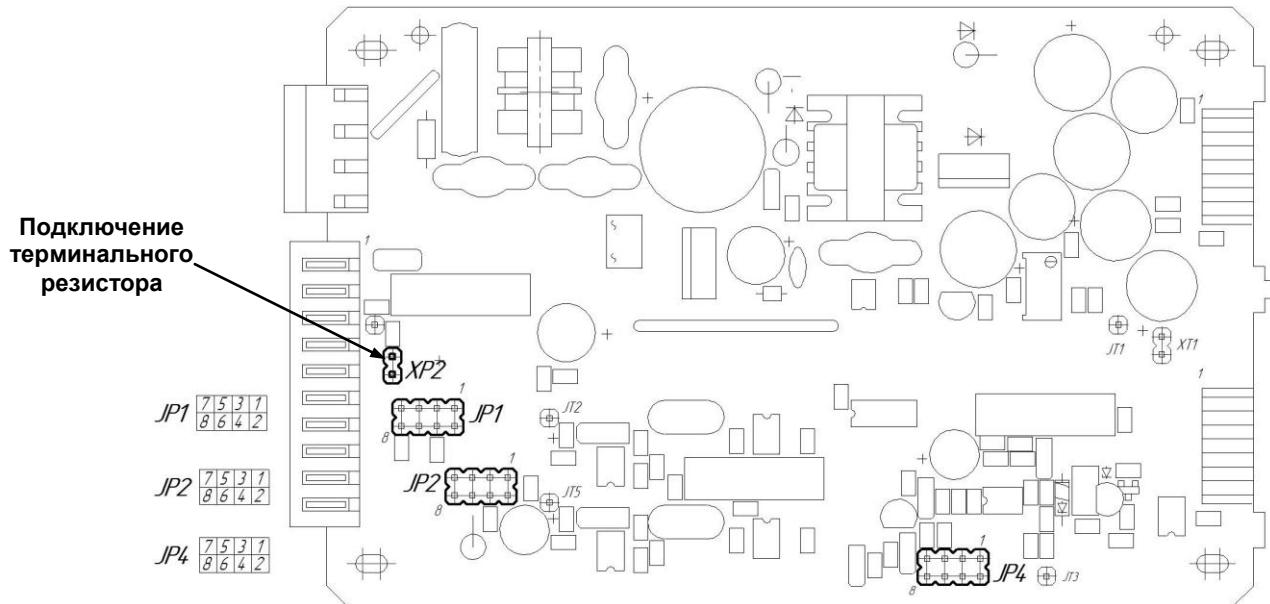

Рисунок 4.1 – Положение перемычек на плате входов БРУ-110
- установить положение перемычек на модуле универсальных входов в положение согласно выбранному типу входного сигнала БРУ-110 (таб. 4.1, рис. 4.1).
Диапазон изменения выходного аналогового сигнала АО устанавливается перемычками JP4 (см. рисунок 4.1) на модуле универсальных входов/выходов. Типы выходного сигнала и соответствующие положения перемычек приведены в таблице 4.2.